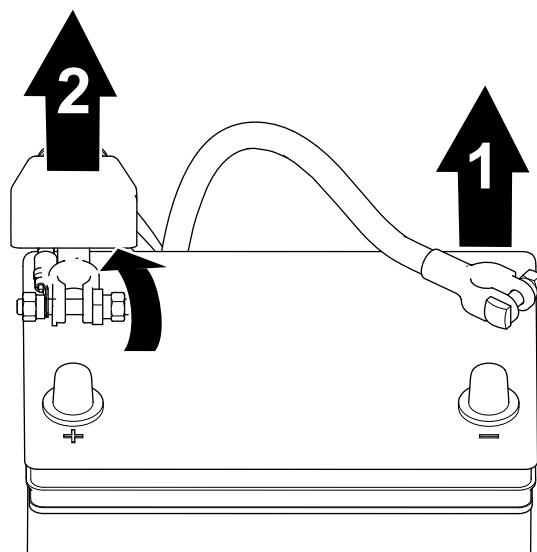

Figura 33
1. Retire el cable negativo del borne de la batería (Figura 33).
2. Levante el aislante y retire el cable positivo del borne de la batería (Figura 33).